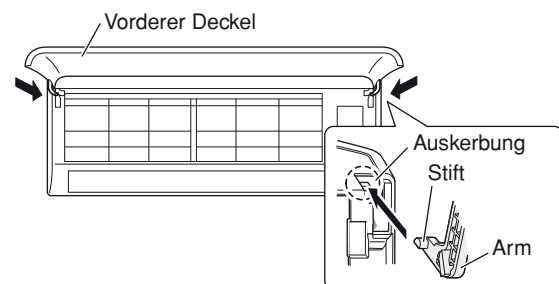

Abb. 18-1
- (1) Setzen Sie die Unterseite des Grills in die Klappe ein, wobei die Klappe mehr oder weniger horizontal stehen muß.
- (2) Während die Kanten des Grills mit dem Rahmen ausgerichtet werden, ist der vordere Deckel mit der Ober- und Unterseite horizontal in das Gehäuse einzusetzen.
- (3) Den Luftauslass fest mit der Hand andrücken, um sicherzustellen, dass sich zwischen der Haupteinheit und dem Lufteinlassgrill kein Abstand befindet.
- (4) Ziehen Sie die 2 Schrauben wieder fest und schließen Sie die Schraubenabdeckungen.
- (5) Halten Sie die beiden Teile in unmittelbarer Nähe der vorderen Deckelarme fest, halten Sie den Deckel so, dass er sich in fast horizontaler Stellung befindet, und setzen Sie dann die Armwellen in die Auskerbungen rechts und links an der Klimaanlage ein. Drücken Sie danach den Deckel hinein, bis die Wellen hörbar einrasten (Abb. 18-1).